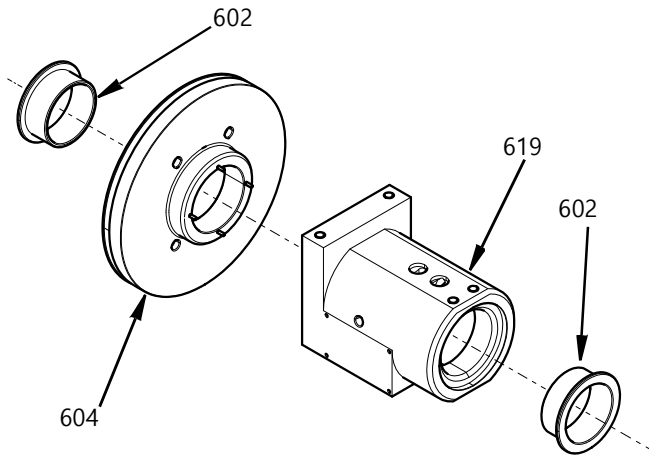

FIG. 21
1. 모든 개스킷과 O-링은 스위블 하우징의 내부 부품에 장착하기 전에 가볍게 윤활유를 바르십시오. 플랜지 베어링(602)을 스위블 하우징(619)과 베어링 하우징(604)에 삽입합니다. FIG. 21를 참조하십시오.